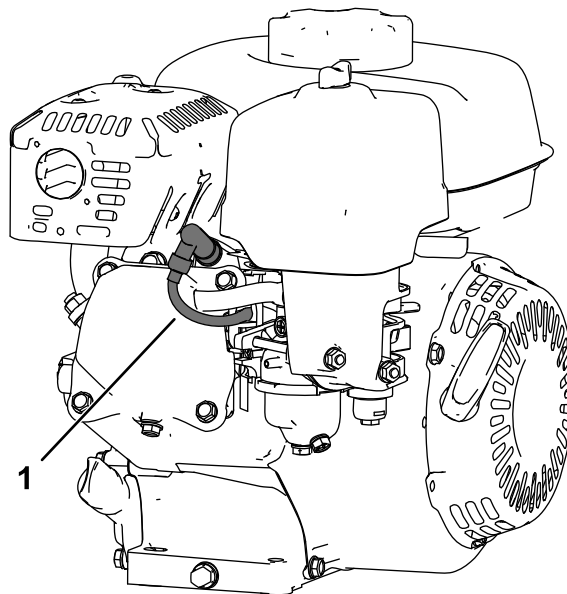

Figura 23
5. Scollegate il cappello della candela (Figura 23).